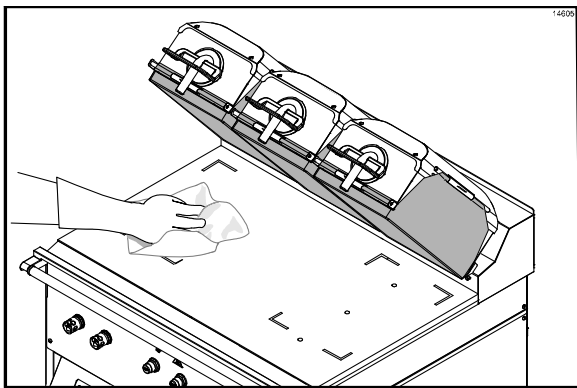

图 12
1. 用浸蘸有消毒液的煎炉抹布清理煎炉，除掉煎炉上的所有残渣。(请见图 12)